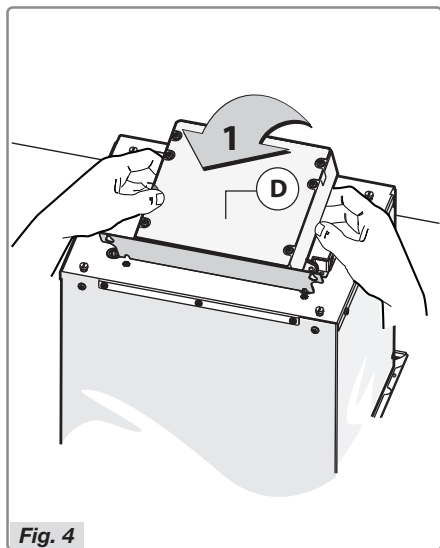

Fig. 4
- Emhætten skal monteres med den elektriske enhed i opret position (fig.4).